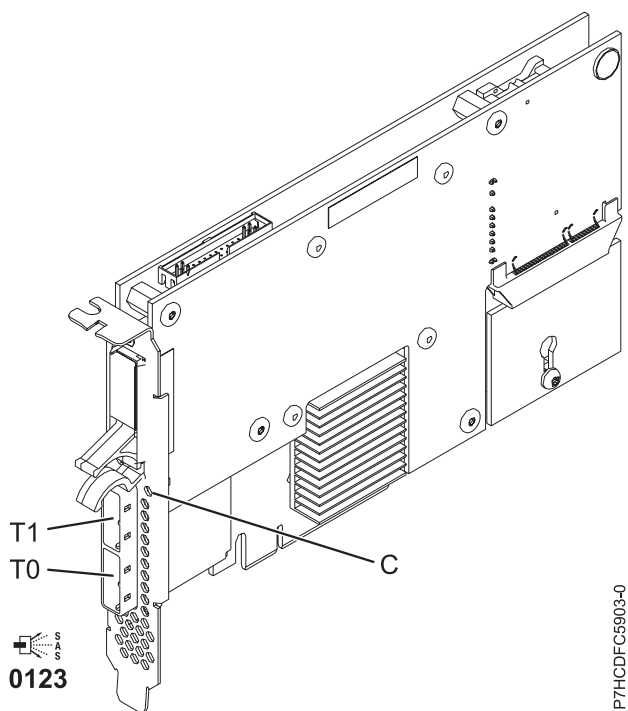

Figure 41. Carte SAS RAID PCIe double accès - x4 3 gigabits
L'adaptateur 5903 ou 5805 possède un voyant ((C) dans la figure 41, à la page 138) qui clignote si des données sont présentes en cache. Le voyant de présence de données en cache clignote lorsqu'il y a de possibles données présentes dans le cache de l'adaptateur. Si le voyant indiquant la présence de données en cache clignote, ne remplacez pas le bloc de batteries de cache. S'il est remplacé pendant que le voyant clignote, les données en cache seront perdues. Voir la figure 41, à la page 138 pour localiser le voyant de présence de données en cache sur cet adaptateur.